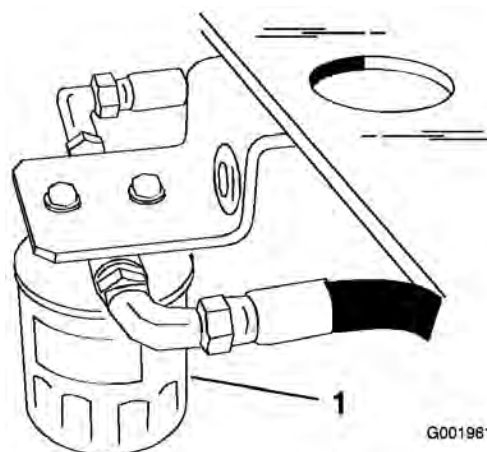

Figura 65
4. Localice el filtro debajo del depósito de combustible, y coloque un recipiente debajo del filtro (Figura 65).